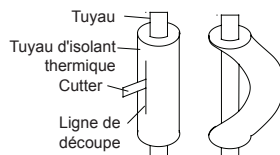

Fig. 15
- (2). Ne pliez pas les tuyaux à un angle de plus de 90°.
- (3). Lorsque vous pliez ou tordez de manière répétée les tuyaux, le matériau durcit, rendant toute autre torsion ou pliage difficile. Ne pliez et ne tordez pas les tuyaux plus de trois fois.
- (4). Lorsque vous pliez le tuyau, ne le pliez pas tel quel. Vous risquez de le casser. Dans ce cas, coupez l'isolant thermique du tuyau avec un cutter comme indiqué dans la Fig. 15 et pliez le tuyau après l'avoir exposé. Après l'avoir plié comme vous le souhaitez, assurez-vous de replacer l'isolant thermique et assurez-le avec du ruban.
Tenez la clé dynamométrique par sa poignée, en la maintenant à angle droit avec le tuyau, comme indiqué dans la Fig. 15 afin de serrer l'écrou évasé correctement.